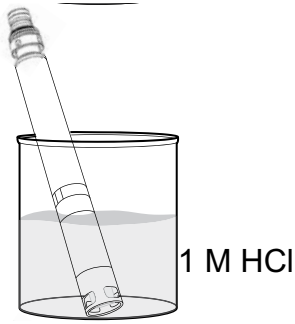

图 73 使用盐酸清洁 pH 和 pH/ORP 传感器
1. 将传感器浸泡在 1 摩尔 (1 M) 的 HCl 中 30 至 60 分钟 (图 73)。大多数化学品或实验室用品经销商处都销售 HCl 试剂。为了防止人身伤害，请认真遵循 HCl 制造商的操作说明。如果没有 HCl，可以使用白醋浸泡。